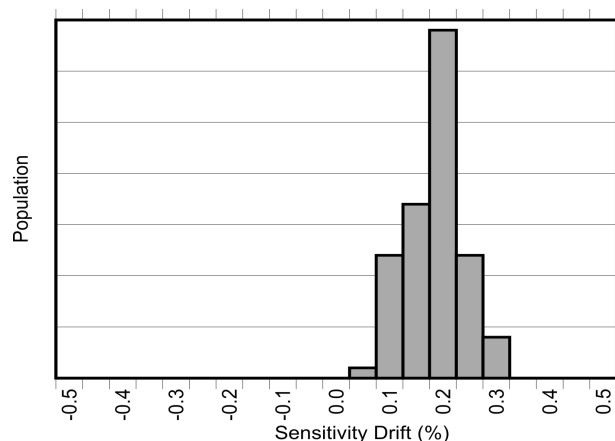
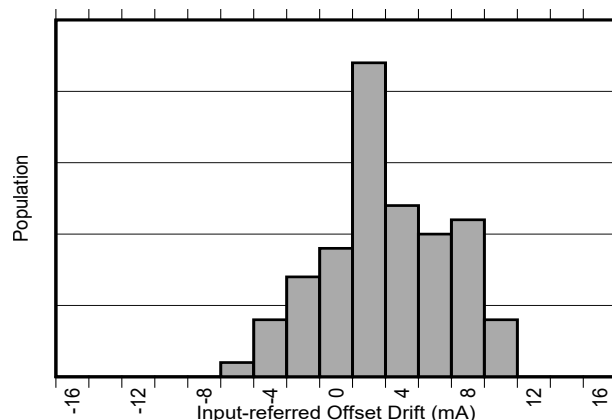

图 8-2. AEC-Q100 高温工作寿命应力测试后的灵敏度误差漂移
图 8-3. AEC-Q100 高温工作寿命应力测试后的以输入为基准的失调漂移
除了较大的热漂移之外，典型的磁性电流传感器由于在器件的寿命内老化，其灵敏度还会出现 2% 到 3% 的额外漂移。TMCS1133 中用于降低温度漂移的相同专有补偿技术也用于大大降低由于应力和环境条件（尤其是在较高的运行温度下）引起的老化而导致的寿命漂移。如 电气特性 所示，TMCS1133 具有行业出色的寿命灵敏度漂移，这是在标准三批 AEC-Q100 认证期间，在 130°C 和 85% 相对湿度 (RH) 下进行高加速应力测试 (HAST) 后实现的。在按照 AEC-Q100 认证规定进行 1000 小时、125°C 高温工作寿命应力测试后，还观察到 电气特性 中规定的界限内的低灵敏度和温漂。这些测试模拟了典型的器件寿命操作，表明与典型的磁性电流传感器相比，老化导致的器件性能变化得到了极大改善。图 8-2 和图 8-3 展示了在进行 AEC-Q100 规定的 1000 小时、125°C 高温工作